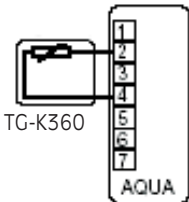

FIG. 4
- FIG. 4: Begrenzungsfühler bei Kaskadenregelung